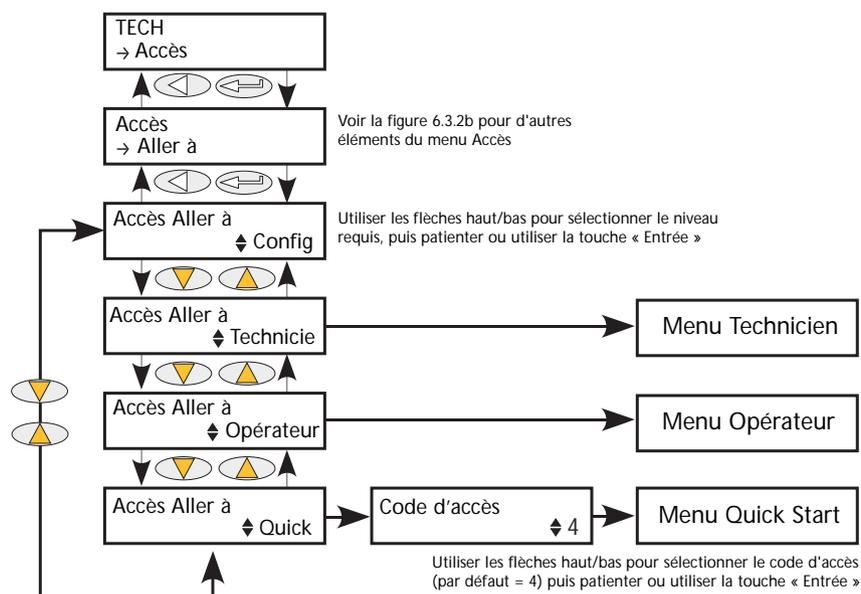

Figure 6.3.2a Menu « Aller à »
1. à l'utilisateur de quitter le menu de Configuration et d'« Aller à » un niveau d'accès différent. Les menus « Opérateur » et « Technicien » ne requièrent pas de mot de passe ou code d'accès car ils sont considérés comme appartenant à un niveau de sécurité inférieur à Configuration. (La Figure 6.3.2a montre le menu.)